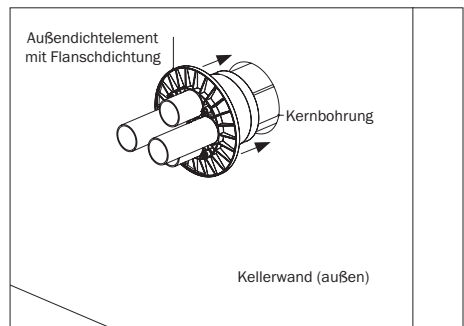

Abbildung 5.4: Außendichteelement in Kernbohrung
- Schieben Sie das Außendichteelement außenseitig über die Mantelrohre bis in die Kernbohrung, so dass der Flansch des Außendichteelements an der Kellerwand liegt (s. Abbildung 5.4).